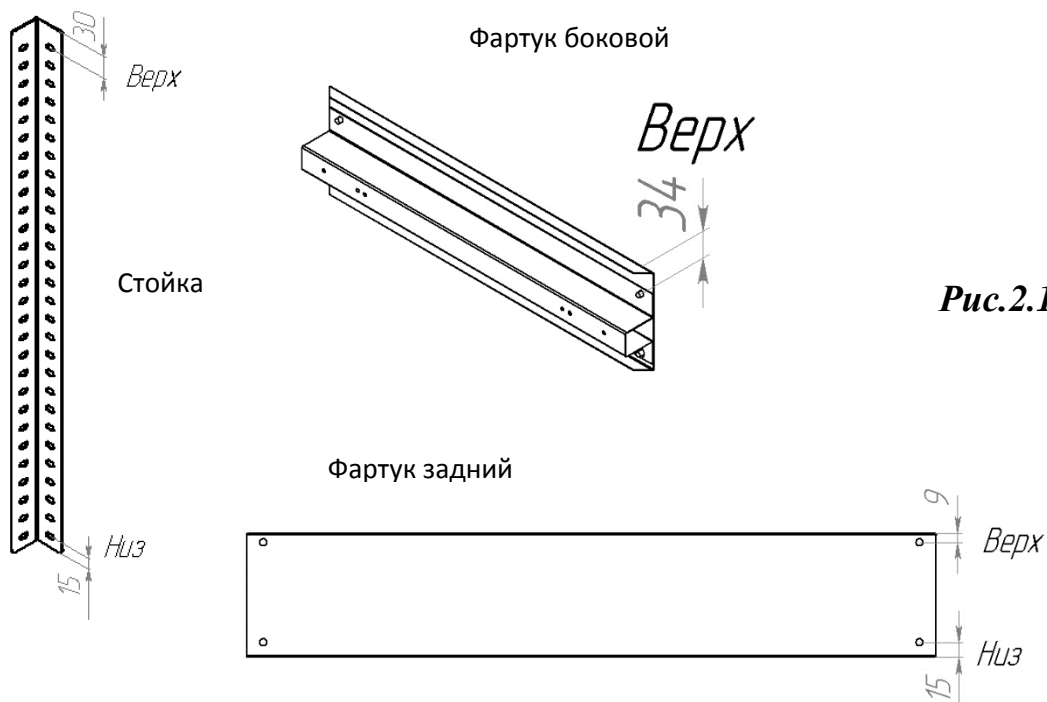

Рис.2.1
5.2.1 При сборке обязательно учесть следующие особенности (рис. 2.1):